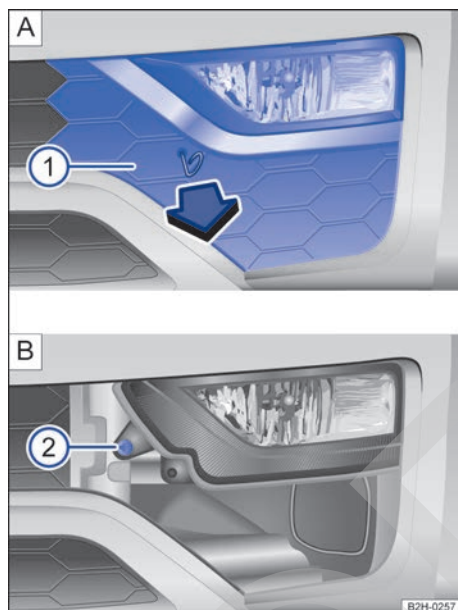

Fig. 197 En el lado derecho del paragolpes delantero: desmontar el faro.
2. Saque el gancho de alambre de las herramientas de a bordo y engánchelo en el orificio de la cubierta → fig. 197 **A**. Retire la cubierta → fig. 197 **1** **A** tirando hacia delante, en el sentido de la flecha, y dado el caso déjela colgando con cuidado del cable del sensor del ParkPilot.
3. Desenrosque el tornillo de fijación → fig. 197 **2** **B** con el destornillador de las herramientas de a bordo → página 288.
11. Apriete el tornillo de fijación → fig. 197 **B** con el destornillador.
12. Coloque la cubierta en el paragolpes → fig. 197 **1** **A**.